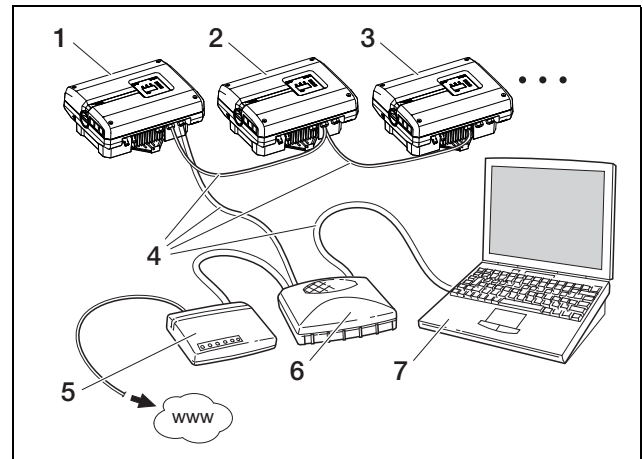

Abbildung 50: Netzwerkeinstellungen mit automatischer Netzwerkkonfiguration bei externem DSL-Router (☐ Auto-IP / DHCP, ☒ externer Router)
- Die Option „Auto-IP/DHCP“ ist für die meisten Anwendungsfälle geeignet (Abbildung 50).